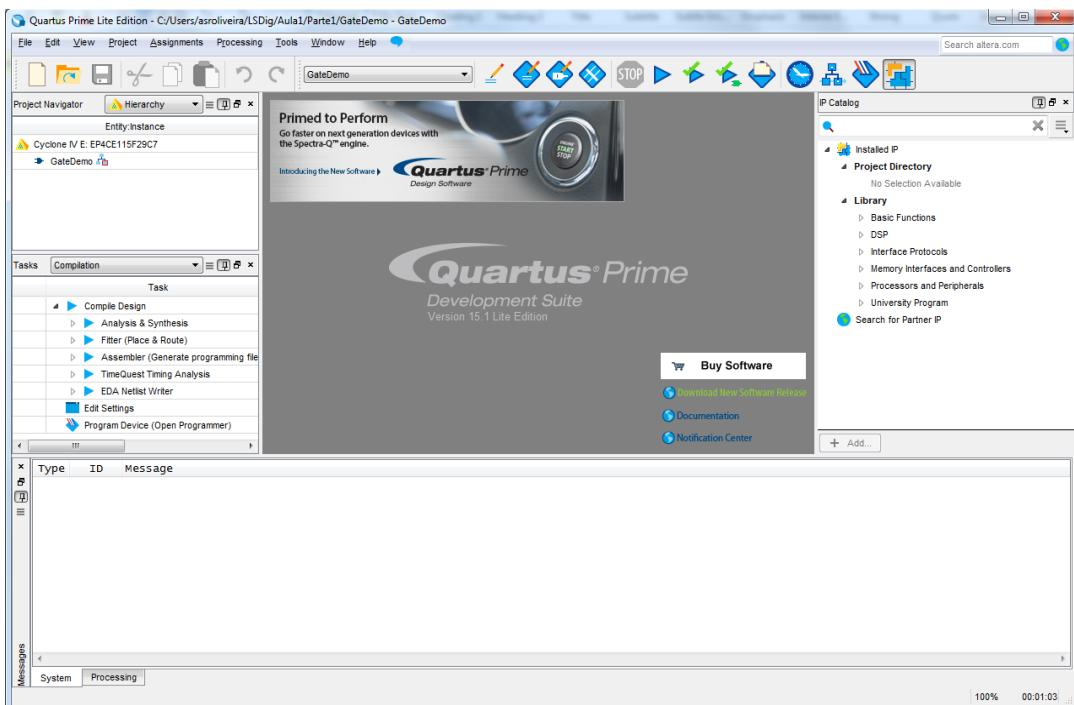

Figura 10 – Aspetto do “Quartus Prime” IDE após a criação do projeto.
2. Após premir “Finish” o IDE “Quartus Prime” deve apresentar o aspetto da Figura 10.